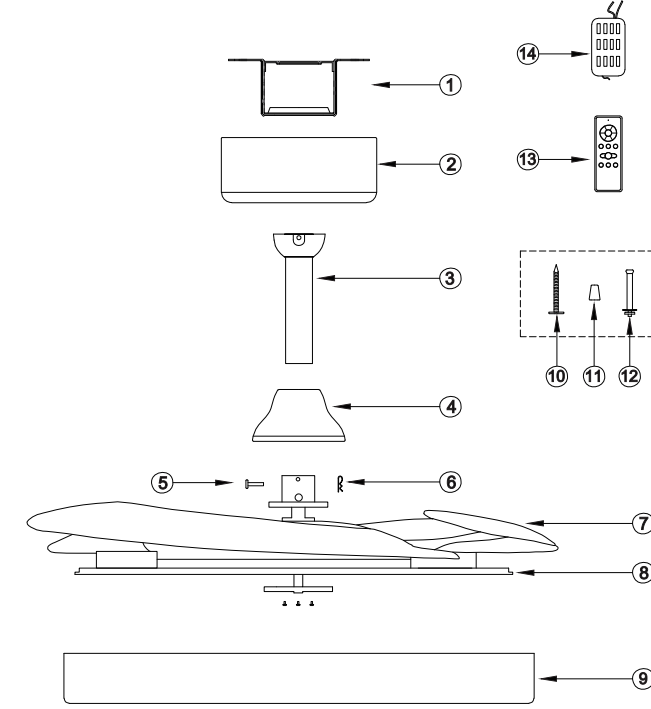

FIGURA 1
Extraiga el ventilador e identifique cuidadosamente las partes. Consulte la FIGURA 1
2) RETIRE EL DOSEL PARA CIELO RASO (NO. 3 - FIGURA 1) AFLOJANDO LOS DOS TORNILLOS CON RANURAS.